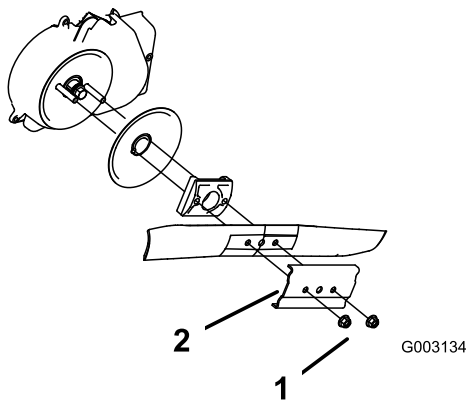

Figura 34
3. Retire las 2 tuercas de la cuchilla y el refuerzo (Figura 34).
1. Tuercas de la cuchilla (2)
4. Retire la cuchilla (Figura 34).
5. Instale la cuchilla nueva (Figura 34).